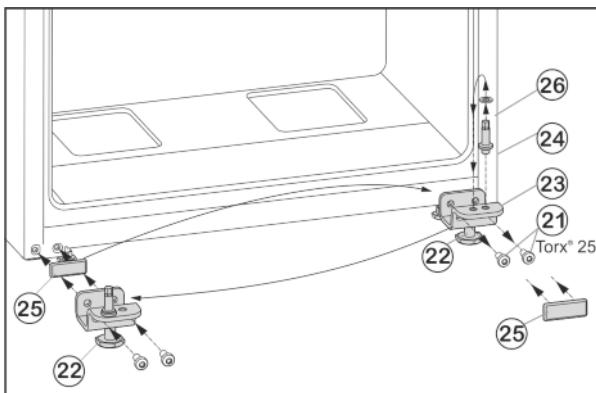

Fig. 7
- ▶ Vyskrutkujte upevňovacie skrutky Fig. 7 (21).
- ▶ Kompletnú ložiskovú konzolu dole Fig. 7 (23) odoberte spolu s ložiskovým čapom Fig. 7 (24), podložkou Fig. 7 (26) a nastaviteľnou nohou Fig. 7 (22).
- ▶ Ložiskový čap Fig. 7 (24) kompletne spolu s podložkou Fig. 7 (26) vyskrutkujte, premiestnite ho do protiľahlého otvoru uloženia ložiskovej konzoly a znova ho pevne priskrutkujte.
- ▶ Opatrne odnímte kryt Fig. 7 (25) a premiestnite ho na opačnú stranu.
- ▶ Ložiskovú konzolu dole Fig. 7 (23) kompletne spolu s ložiskovým čapom Fig. 7 (24), podložkou Fig. 7 (26) a nastaviteľnou nohou Fig. 7 (22) znova naskrutkujte na novú stranu závesu, príp. ju znova pomocou akumulátorového skrutkovača **pevne utiahnite (4 Nm)**.
- ▶ Spodné dvere nasadťte zhora na ložiskový čap Fig. 7 (24).
- ▶ Vytočte nastaviteľnú nohu Fig. 7 (22) na ložiskovej konzole dole Fig. 7 (23), pokiaľ nedosadá na podlahu.